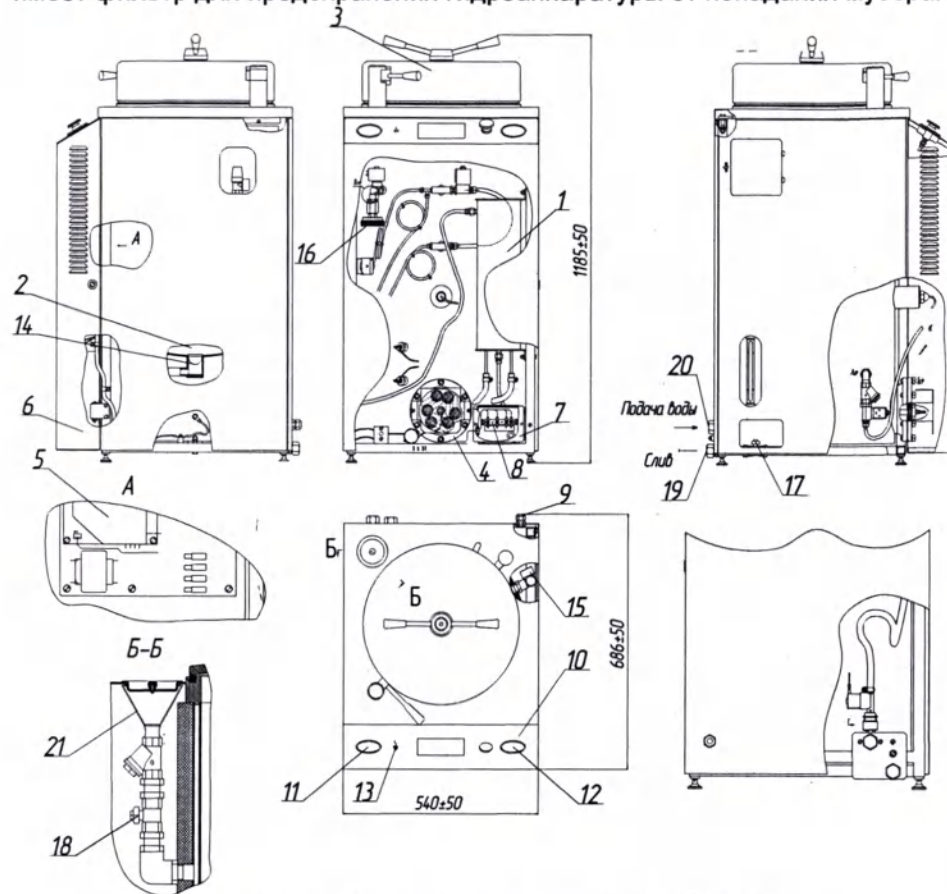

Рисунок 1 – Стерилизатор паровой ВКа-75-ПЗ:
1.4.1 Внешний вид стерилизатора приведён на рисунке 1. Основными частями стерилизатора являются: конденсатор (поз. 1, рис.1), стерилизационная камера (поз. 2, рис.1), крышка (поз. 3, рис.1), силовой блок (поз. 5, рис.1), дверца (поз. 6, рис.1), панель управления (поз. 10, рис.1),
Вода заливается в парогенератор через воронку (поз. 21, рис.1) при открытом вентиле «Вода в парогенератор» (поз. 18, рис.1) до погасания
сообщения «ДОБАВЬТЕ ВОДЫ В ПАРОГЕНЕРАТОР» на панели управления (поз. 10, рис.1). После заливки воды вентиль «Вода в парогенератор» необходимо закрыть.
ВНИМАНИЕ! ПЕРЕД ОТКРЫТИЕМ ВЕНТИЛЯ «ВОДА В ПАРОГЕНЕРАТОР» НЕОБХОДИМО УБЕДИТЬСЯ В ОТСУТСТВИИ ИЗБЫТОЧНОГО ДАВЛЕНИЯ В ПАРОГЕНЕРАТОРЕ ПО МАНОВАКУУМЕТРУ (ПОЗ.11, РИС.1). ПРИ ИЗБЫТОЧНОМ ДАВЛЕНИИ ВЕНТИЛЬ НЕ ОТКРЫВАТЬ!
Слив воды из парогенератора производится открыванием сливного вентиля «Вода из парогенератора» (поз. 17, рис.1). Сливать воду из парогенератора необходимо всегда, когда есть вероятность охлаждения стерилизатора до отрицательных температур (транспортирование, хранение и т.п.). Иначе возможен выход из строя парогенератора. Для эффективного удаления воды вентилем необходимо, чтобы парогенератор находился в разогретом состоянии, в чем можно убедиться по манометру (поз. 11, рис.1), он должен показывать избыточное давление порядка 0,05 МПа. Нагрев воды осуществляется электронагревателями, установленными в нижней части парогенератора.
1.4.7 Силовой блок (поз.5, рис.1) коммутирует электронагреватели парогенератора и электромагнитные клапаны.
1.4.9 Фильтр бактериальный (поз.16, рис. 1) предназначен для очистки воздуха, подаваемого в стерилизационную камеру после вакууммирования на этапе выравнивания давления в стерилизационной камере. Задерживающая способность фильтра по аэрозольным частицам 0,3 мкм и более при лобовой скорости 1 см/сек, составляет не менее 99,5%. Фильтр не требует замены в течение одного года или 200-250 циклов стерилизации.
2.2.5 Соединить штуцер отвода воды (поз.19, рис. 1) с канализацией посредством ниппеля и шланга сливного.
2.2.6 Присоединить штуцер подвода воды (поз. 20, рис. 1) к водопроводу посредством шланга наливного. Выход водопровода должен иметь резьбу 3/4".
2.2.8 Снять находящуюся за дверцей (поз. 6, рис.1) стерилизатора защитную крышку с коробки (поз.7, рис.1) и подключить соединительный кабель через кабельный ввод (поз. 9, рис. 1) к клеммной колодке (поз. 8, рис. 1) в соответствии с маркировкой фазных клемм: к клемме с маркировкой N подключить нейтральный провод, к клеммам с маркировкой А, В, С - фазные провода, затем установить крышку на место. Перед подключением стерилизатора к питающей сети убедиться в том, что напряжение сети соответствует указанному в п.1.2.1.
2.3.5 Во время первого проверочного цикла необходимо проконтролировать работоспособность стерилизатора, т.е. соответствие показаний дисплея и мановакуумметра (поз.12, рис.1) паспортным данным. На этапе «СУШКА» проверьте по мановакуумметру (поз.12, рис.1) уровень разрежения в стерилизационной камере, который должен быть не менее 0,2 бар (минус 0,8 бар). Если глубина разрежения не достигла указанной величины, проверьте, открыт ли кран подачи водопроводной воды. Если разрежение, развившись первоначально, постепенно уменьшается до нуля, необходимо обратиться к специалисту, т.к. вероятно в одном из соединений стерилизатора возникла разгерметизация, которая в дальнейшем будет отрицательно влиять на работоспособность стерилизатора.
стрелка мановакуумметра (поз.12, рис.1) установилась на нуле. Затем ослабьте прижим двери стерилизационной камеры, вращая его против часовой стрелки до упора.